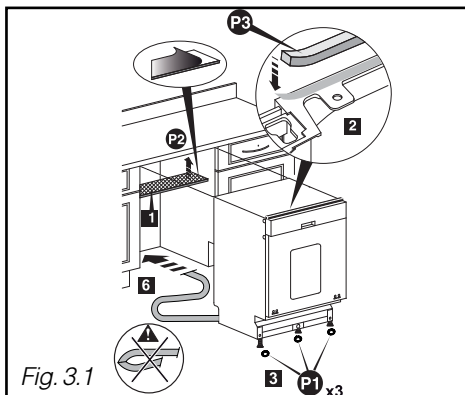

Fig. 3.1
- Colar o anti-embaciamento **P2** (Fig. 3.1)
- Colar a esponja de embutimento **P3** (Fig. 3.1)
- Encaixar os três cadinhos **P1** patins para facilitar o deslizamento da máquina de lavar louça (Fig. 3.1).